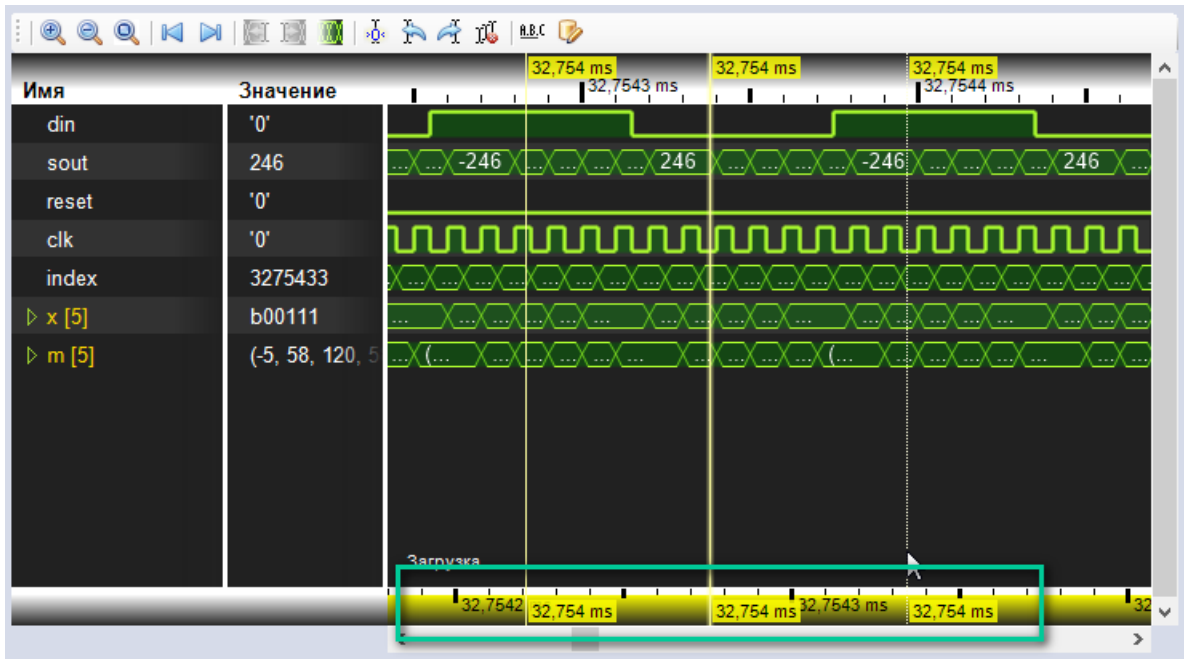

Рис. 37 Отображаемые временные интервалы
- Вычисление интервала времени между курсорами. При одновременном использовании в осциллографе нескольких курсоров автоматически вычисляется положение по оси времени для каждого курсора относительно первого – расположенного ближе всего к началу отсчета. На рисунке ниже показаны три курсора, в нижней оси времени (в нижней части окна осциллографа) отображается промежуток времени между первым курсором и каждым последующим, см. Рис. 37.